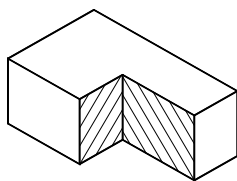

Рис.1.3 Пример твердотельной модели
3. В основу создания *твердотельной модели* положен принцип *выделения части пространства*. Это достигается формированием модели из элементарных геометрических объектов с применением операций объединения, вычитания и пересечения этих объектов, вращением контура или его «выдавливанием», а также другими методами (рис. 1.3).